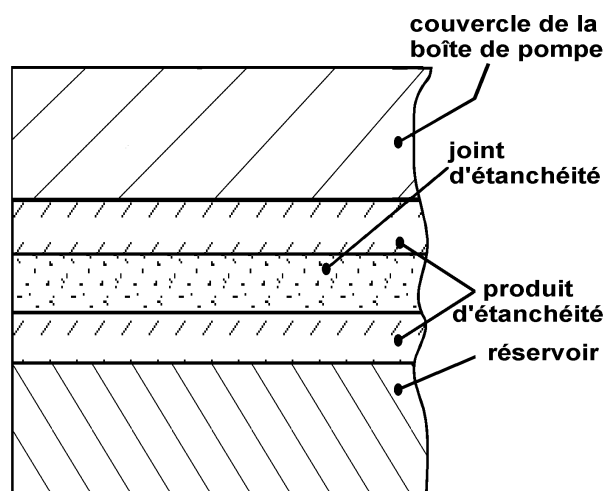

FIGURE 8 : JOINT D'ÉTANCHÉITÉ ET CORDON DE SCELLANT
27. Appliquer un cordon de produit d'étanchéité (par exemple Tremco Butyl) sur chaque face du joint d'étanchéité couvercle/réservoir et placer le joint en position sur le réservoir (figure 8).